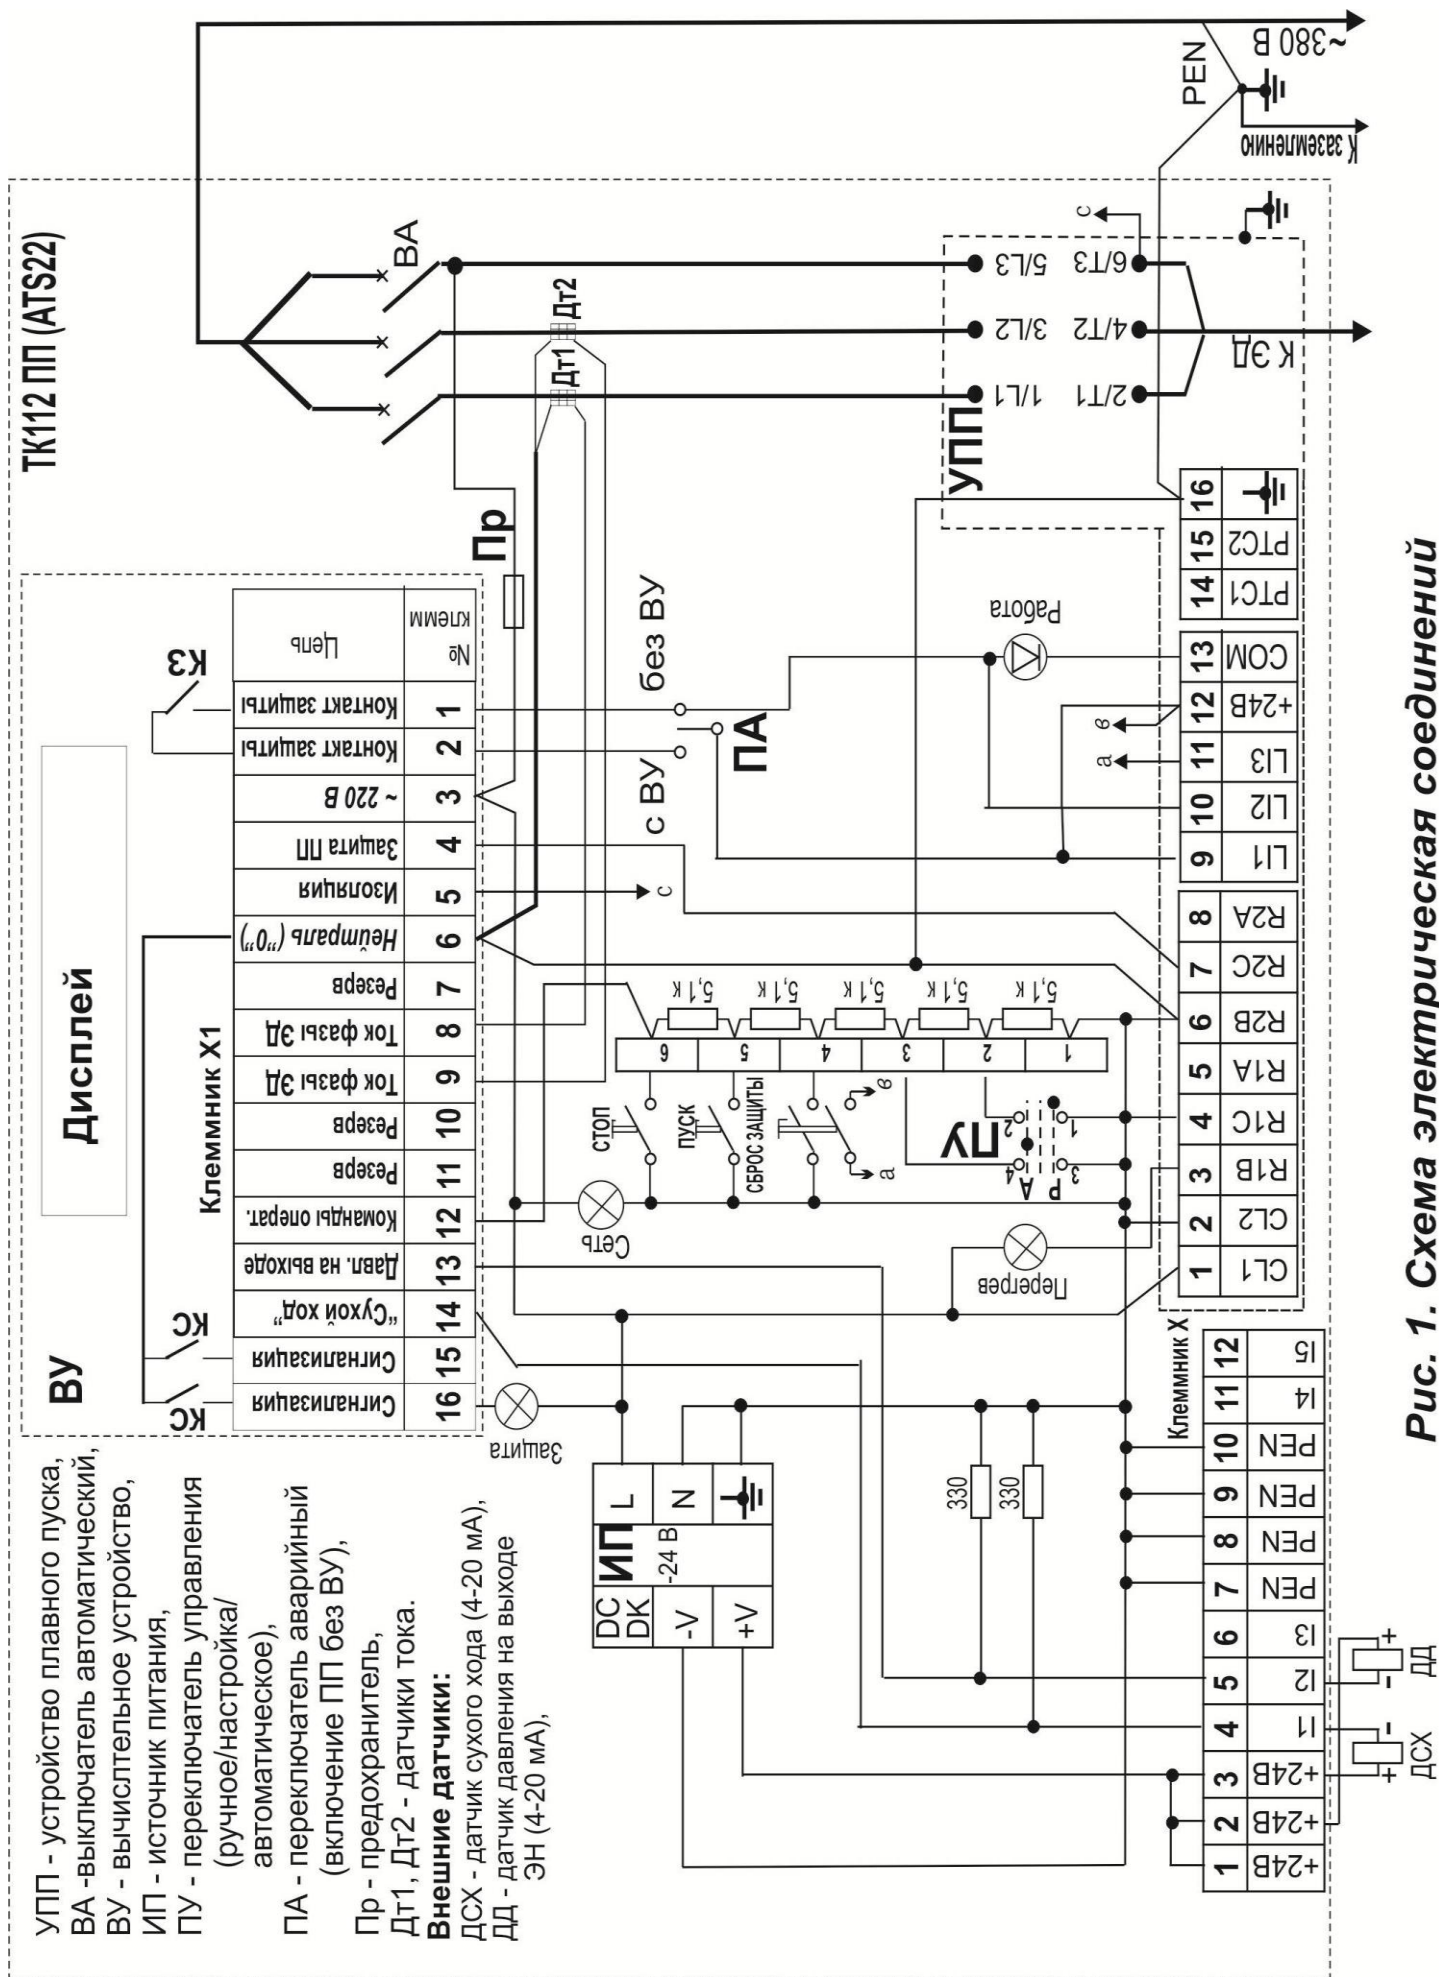

Рис. 1. Схема электрическая соединений
5.1. Станция конструктивно смонтирована в закрывающемся ключом настенном шкафу, внутри которого установлены (см. рис.1) автоматический выключатель (ВА), устройство плавного пуска (УПП), специализированное вычислительное устройство (ВУ), источник питания внешних аналоговых датчиков (ИП) предохранитель (Пр) для защиты оперативных цепей и аварийный переключатель ПА, позволяющий при наладке и в случае неисправности ВУ включать УПП минуя ВУ. На силоизмерительных шинах, соединяющих ВА и УПП, установлены датчики тока Дт1 и Дт2. На двери шкафа установлены переключатель ПУ (см. п.3.11.), кнопки (см. п.3.4., 3.12.) и индикаторы (см. п.3.10.) Внешние датчики ДСХ и ДД питаются от ИП через добавочные сопротивления 330 Ом, установленные вблизи клеммника Х и преобразующие сигнал 4÷20 мА в напряжение, подаваемое на аналоговые входные каналы ВУ.
8.1. Установку и монтаж ТК осуществить в соответствии с габаритными, установочными размерами и схемой электрической соединений (см. рис. 1). Крепление станции осуществить по месту. Для этого необходимо ослабить крепление петель шкафа, повернуть петли до удобного для крепления положения и снова их закрепить.
Установку внешних датчиков (ДСХ, ДД) выполнять в соответствии с инструкциями заводов-изготовителей этих датчиков, подключение выполнить в соответствии со схемой рис.1.